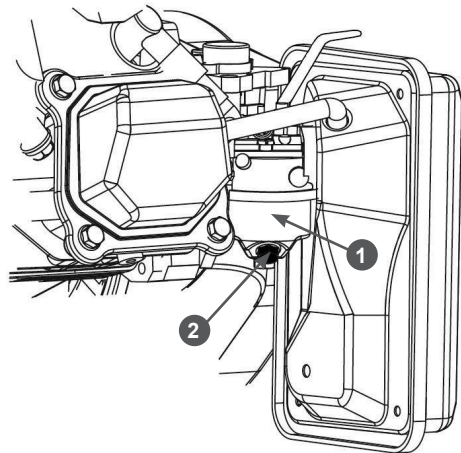

Рис. 18. Слив топлива из карбюратора
3. Открутите болт 2 на карбюраторе 1 (Рис. 18) и слейте топливо из поплавковой камеры в подготовленную для этого емкость.
1. Слейте топливо из топливного бака и карбюратора (Рис. 18).